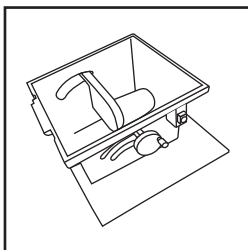

Abb. 2
- Drehen Sie den Hauptkörper der Maschine auf den Rücken und stellen Sie ihn auf einen sauberen, sicheren und starken Arbeitstisch oder Ähnlichem. **(Abb. 2).**